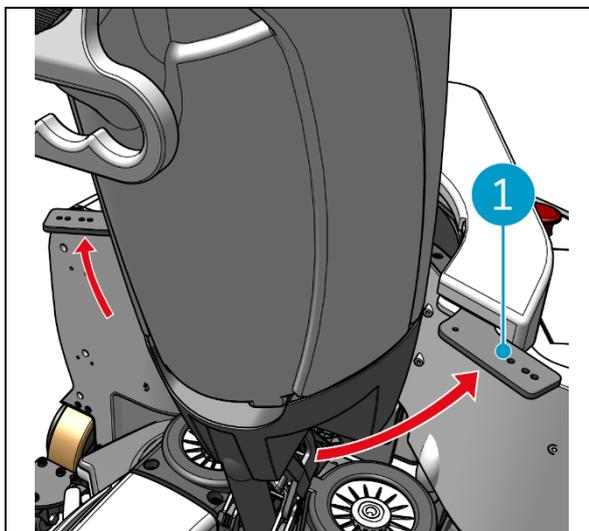

Figure 40
1. Déverrouillez l'anneau de fixation de l'i-walk (Figure 40, pos. 1).